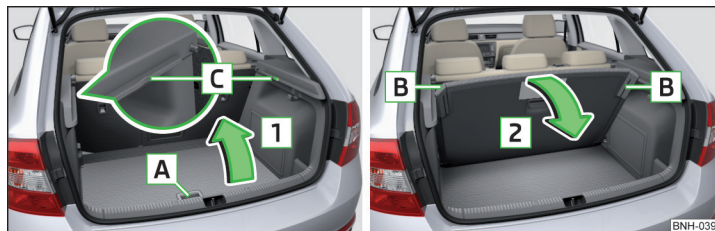

Fig. 88 Ridicarea / coborârea podelei variabile
- Prindeți podeaua variabilă de mânerul **A** » fig. 88.
- Prindeți podeaua variabilă în centru sau de mânerul **A** » fig. 88.